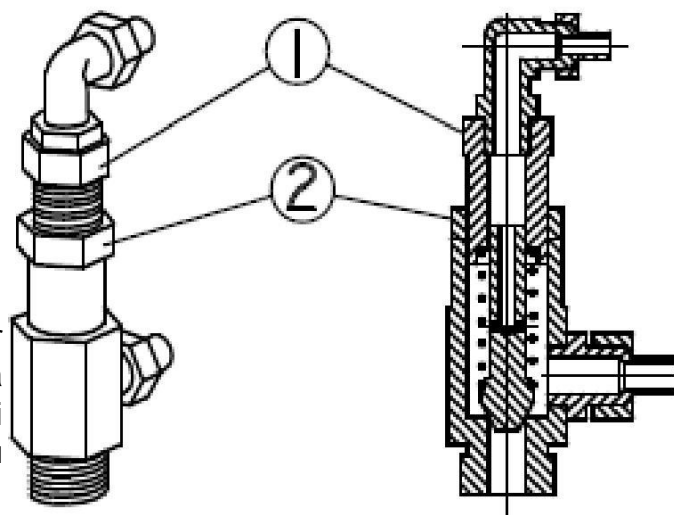

FIG. 13
-- 8.2) VERIFICAREA ȘI SETAREA VALORII MAXIME FINALE (Fig. 13) --